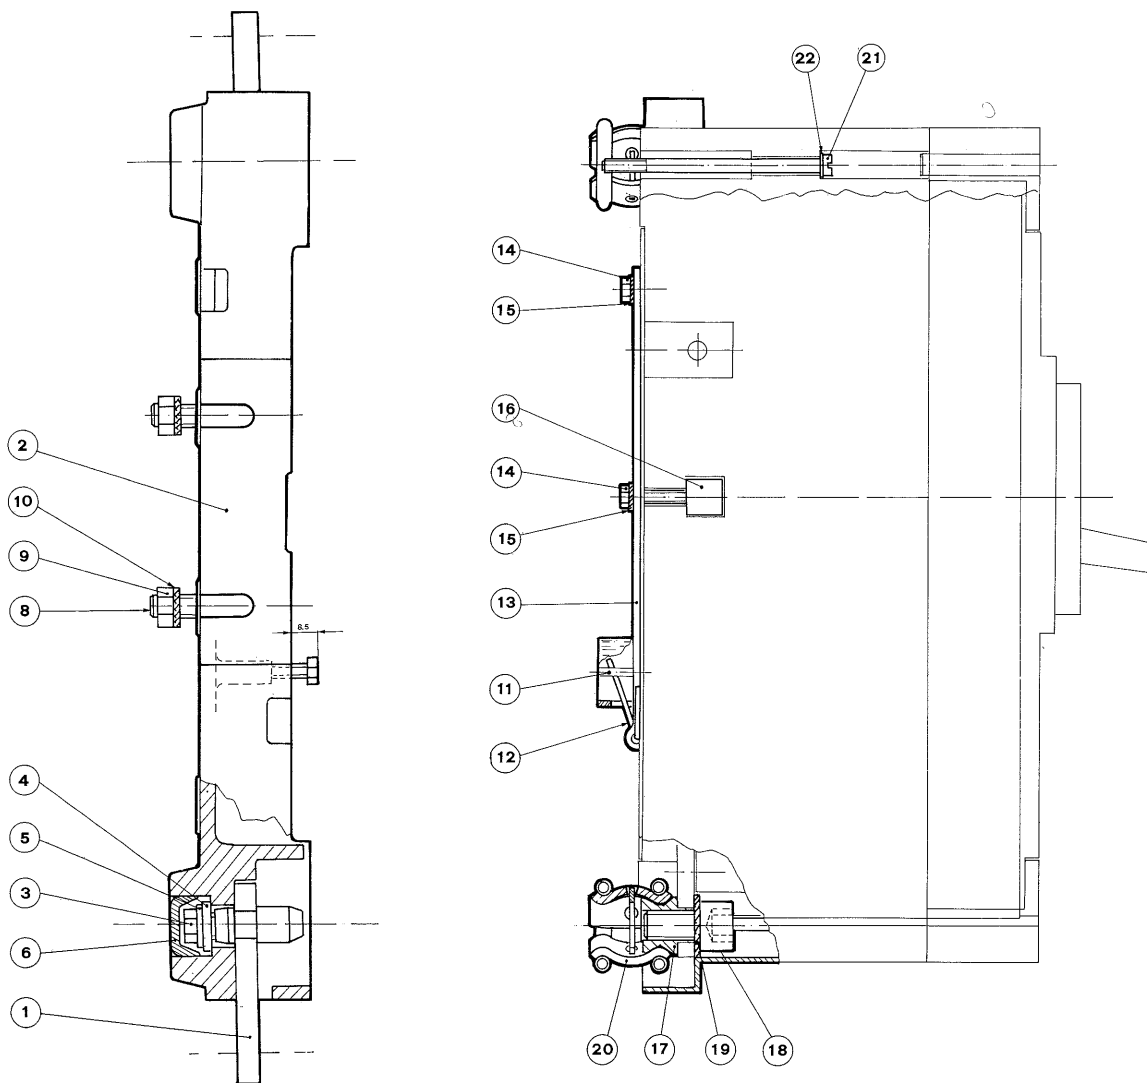

Fig. 10
7.4. Trasformazione dell'interruttore base in interruttore estraibile con attacchi anteriori (fig. 10)
7.4. Conversion of a basic breaker into a front terminal plug-in breaker (fig. 10)